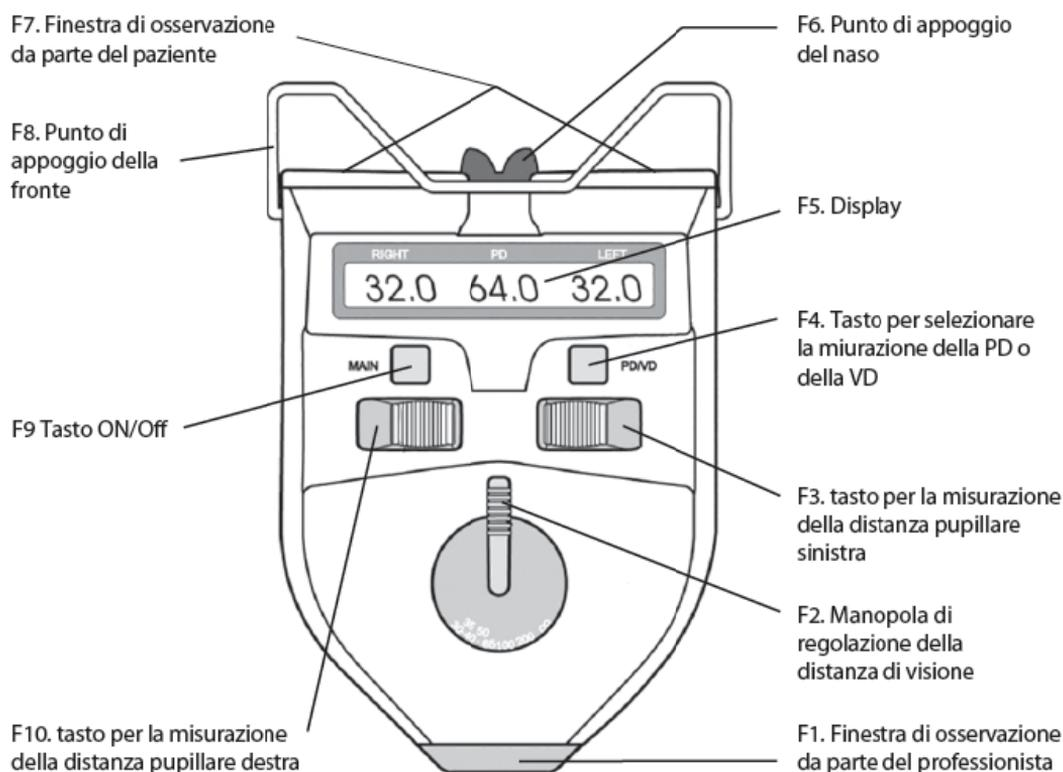

Fig.1
Principio di funzionamento: il pupillometro sfrutta il principio di formazione dell'immagine della lente ottica. Attraverso l'oculare di osservazione, l'esaminatore osserva il punto luminoso di riflessione sulla pupilla del soggetto esaminato (Fig. 1) mentre sposta i tasti di misurazione sinistro e destro. Questi tasti dovranno coincidere con i punti luminosi di riflessione della pupilla destra e sinistra in modo che i dati visualizzati sul display rappresentano la distanza interpupillare misurata.
e. Per misurare la distanza pupillare a diverse distanze ottiche, ruotare la manopola della distanza ottica (come mostrato in Fig.1 NO.2) sulle distanze ottiche desiderate e quindi effettuare la misurazione. Questo dispositivo imposta diversi valori di distanza ottica, quali 30 cm, 35 cm, 40 cm, 50 cm, 65 cm, 1 m, 2 m e ∞ .